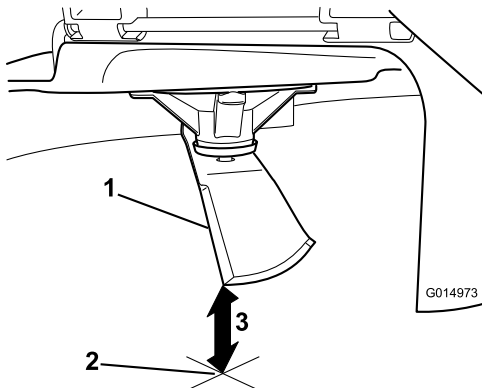

Figure 98
3. Mesurez la distance entre la pointe de la lame et la surface plane (Figure 98).